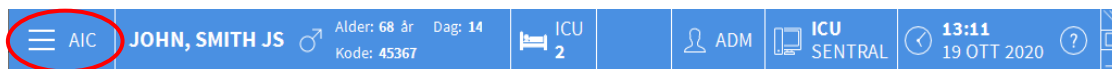

Fig. 124
- Klikk på **MENY**-knappen på Alaris™ Infusion Central «Control Bar» (Fig. 124).